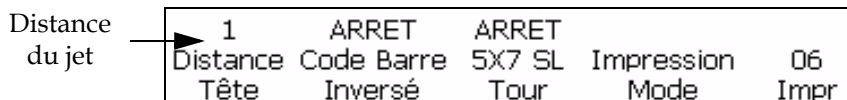

Figure 4-9: Distance du jet
- 1 Naviguer jusqu'à la fenêtre <06 Imprimer> (01 Editer > 02 Editer > 03 Editer > 04 Editer - Config. Imprimante > 01 Imprimer > 02 Imprimer > 03 Imprimer > 04 Imprimer > 05 Imprimer > 06 Imprimer). Voir Figure 4-9. Voir Figure 4-9 à la page 4-11.